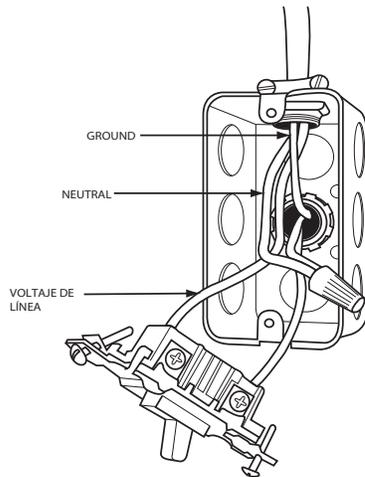

Fig. 35 – Caja eléctrica externa
5. Fije la caja eléctrica externa a la carcasa del calefactor con dos (2) tornillos para láminas metálicas.
11. Conecte los cables de alimentación y neutro del sitio a los cables de alimentación del calefactor dentro de la caja eléctrica externa, como se muestra en la Fig. 35.
1. Taladre dos (2) agujeros guía de 1/8 in (3 mm) a través de las hendiduras de la carcasa del calefactor cerca del agujero prepunzonado de 7/8 in en uno de los lados de la carcasa. No quite la tapa del agujero prepunzonado del lado de la carcasa.
9. Conecte los cables de alimentación y neutro del sitio a los cables de alimentación del calefactor dentro de la caja eléctrica externa, como se muestra en la Fig. 35.